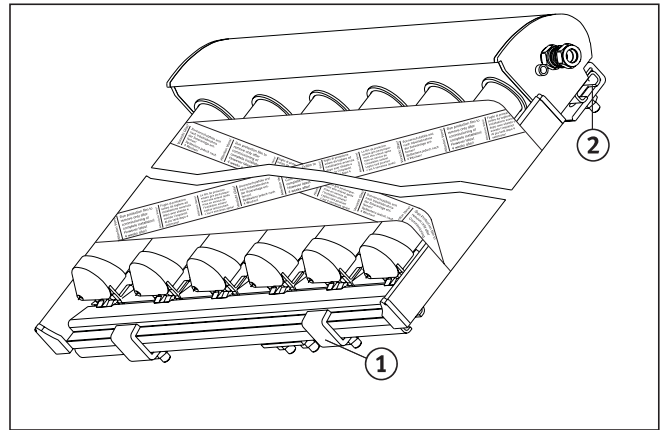

Abb. 5.9 Montage des Kollektors
- Legen Sie den Kollektor auf die Auflageschienen und lassen Sie ihn in die untere Krallen rutschen (Abb. 5.9, Pos. 1).